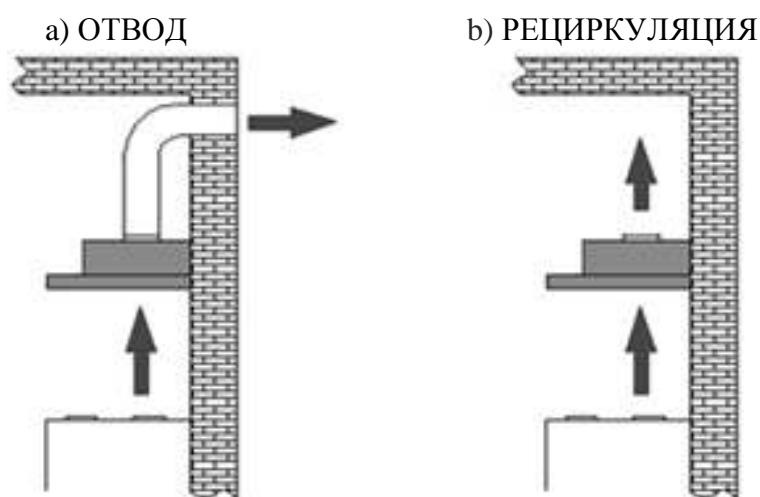

Рис. 5
1) Отвода (рис. 5а) – воздух удаляется из помещения через соединение вытяжки с вентиляционным каналом жестким пластиковым воздуховодом или гофрированным шлангом диаметром 120 мм. И, таким образом, все кухонные испарения, запахи, гарь и копоть, проходя через многоразовые алюминиевые жироулавливающие фильтры, выводятся за пределы помещения. При данном режиме работы нет необходимости устанавливать угольные фильтры. Режим отвода является наиболее эффективным, поскольку вытяжка удаляет все кухонные испарения за пределы кухни в вентиляционную шахту.
2) Рециркуляции (рис. 5б) – внутренняя циркуляция воздуха через угольные фильтры (рис. 6). Вытяжка в данном случае не подключается к вентиляционной шахте и, таким образом, воздух просто прогоняется через вытяжку внутри кухни.